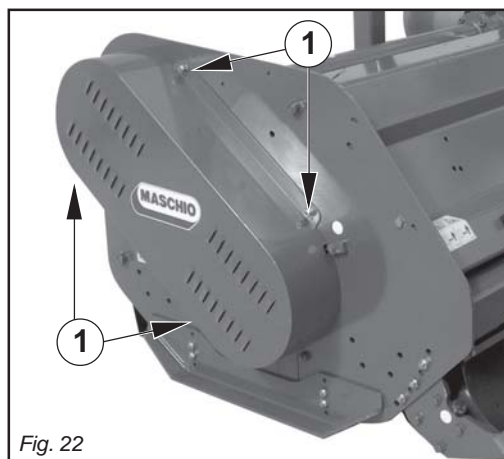

Fig. 22
- Togliere le viti che fissano il carter di protezione (1 Fig. 22), aprire il carter tirandolo verso l'esterno.
- Rimontare il carter, fissandolo con le relative viti tolte in precedenza (Fig.22).
- Remove the bolts that fix the protective casing (1 Fig. 22). Open the casing by pulling it outwards.
- Remount the casing and fix it in place with the previously removed bolts (Fig.22).
- Îndepărtați șuruburile care fixează carterul de protecție (1 Fig. 22), deschideți carterul trăgându-l înapoi;
- Remontați carterul, fixându-l cu șuruburile care au fost îndepărtate mai înainte (Fig. 22).